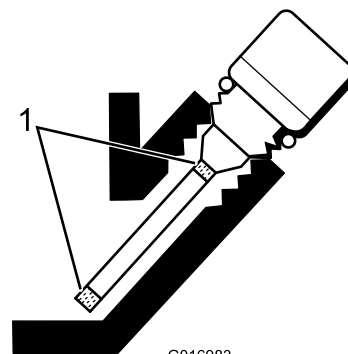

図 23
5. 不足であれば、ゲージの網目模様部分の中間位置になるまで補給する (図 23)。入れすぎないこと。